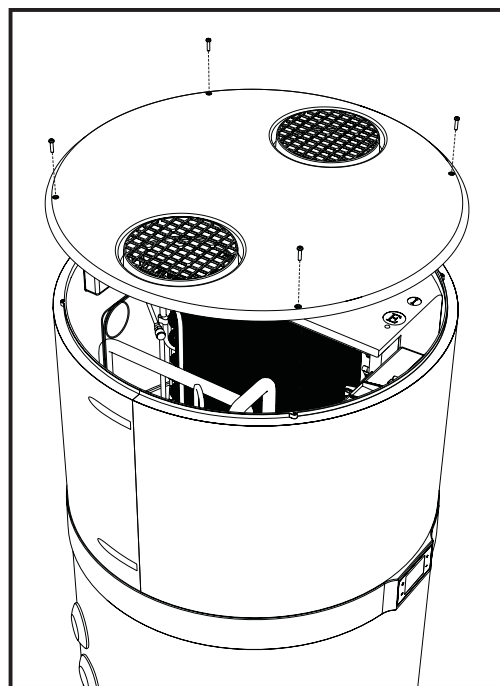

fig. 27 - Rimozione del coperchio superiore
- Rimuovere il coperchio superiore svitando prima le viti di bloccaggio (fig. 27).